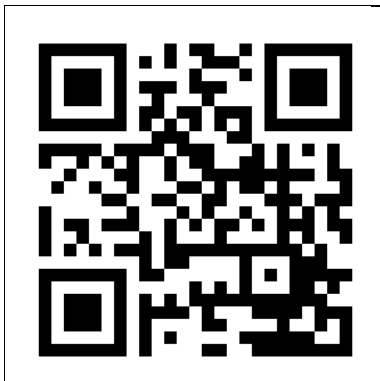

Figura 18
1. Deschideți manualul aplicației Eurom Smart cu codul QR (Figura 18) sau accesați www.eurom.nl/nl/manuals.